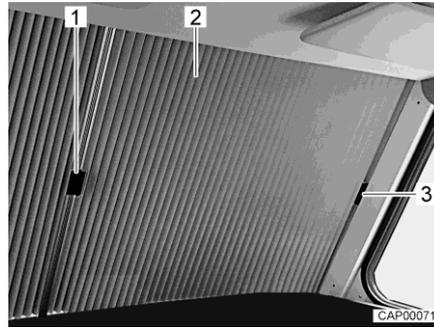

Fig. 2 Tendina oscurante pieghevole per il parabrezza (chiusa)
- Su ciascuna delle due metà della tendina oscurante pieghevole (Fig. 2,2) spingere la maniglia (Fig. 2,1) verso l'esterno sotto la copertura sul montante A.
- Agganciare la maniglia alla copertura (Fig. 2,3). L'oscurante del parabrezza è così fissato in modo che non possa chiudersi inavvertitamente durante la marcia.